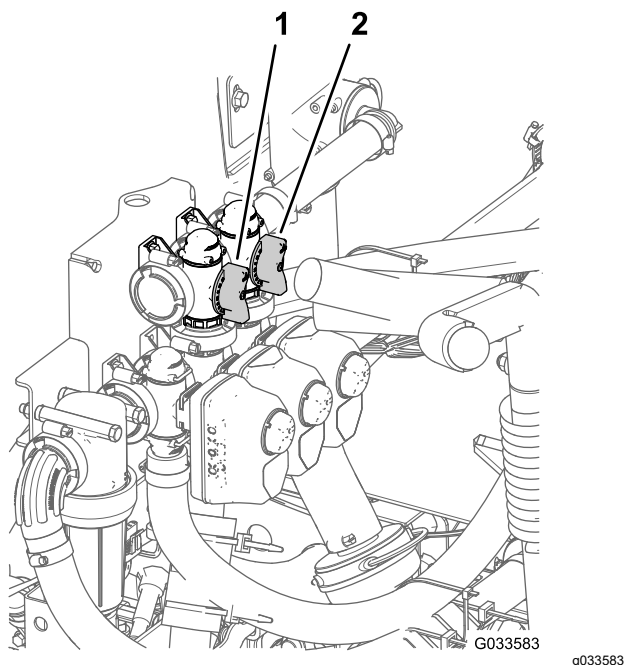

Figure 72
- Réglez la vanne de dérivation (Figure 72) à l'arrière de la vanne d'agitation jusqu'à ce que la pression indiquée soit 6,9 bar.
8. Déplacez plus ou moins la poignée de dérivation générale des sections de manière à réguler l'agitation à l'intérieur de la cuve (Figure 72).